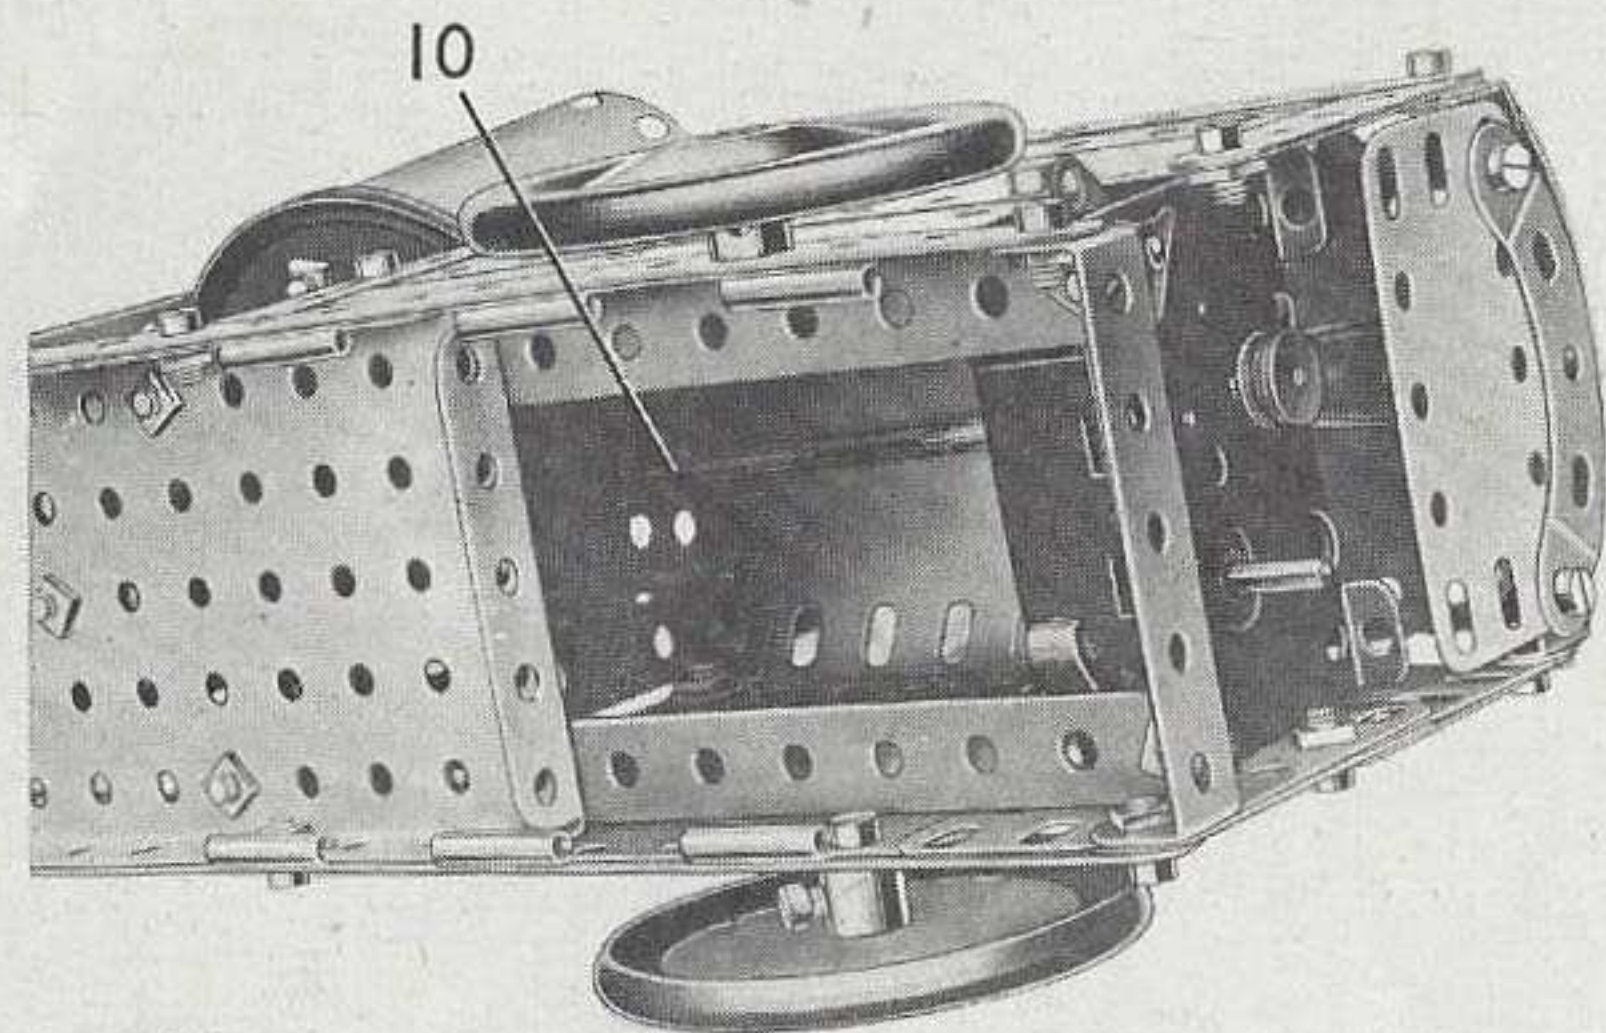

Fig. 4.1b
La cuve est entraînée par un moteur **Magic** boulonné sur les bandes de 25 trous à une des extrémités du châssis (Fig. 4.1b). L'entraînement s'opère grâce à une poulie de 12 mm. montée sur un axe (10) constitué par deux tringles de 9 cm. réunies par un raccord de tringles. Cette tringle passe à une de ses extrémités dans une bande de cinq trous boulonnée au travers des deux bandes de 11 trous qui supportent la trémie. L'autre extrémité de la tringle passe dans une plaque semi-circulaire boulonnée sur le flasque intérieur du moteur **Magic**. La tringle porte une poulie de 25 mm. (11) munie d'un anneau de caoutchouc disposé de façon à appuyer sur la gorge de la poulie (6). La poulie de 12 mm. est fournie avec le moteur **Magic**. Les côtés du capot sont constitués par les deux moitiés d'une plaque à charnières (12), des plaques flexibles de 14 x 6 cm. (13) et une plaque flexible de 6 x 4 cm. (14). Le dessus est constitué par deux plaques cintrées de 43 mm. de rayon et deux plaques de 6 x 6 cm. légèrement incurvées et fixées sur des équerres à 135° elles-mêmes montées sur les côtés. Ces côtés sont bordés par des bandes de 11, de 5 et de 7 trous, et le dessus est renforcé par des bandes cintrées à glissières.